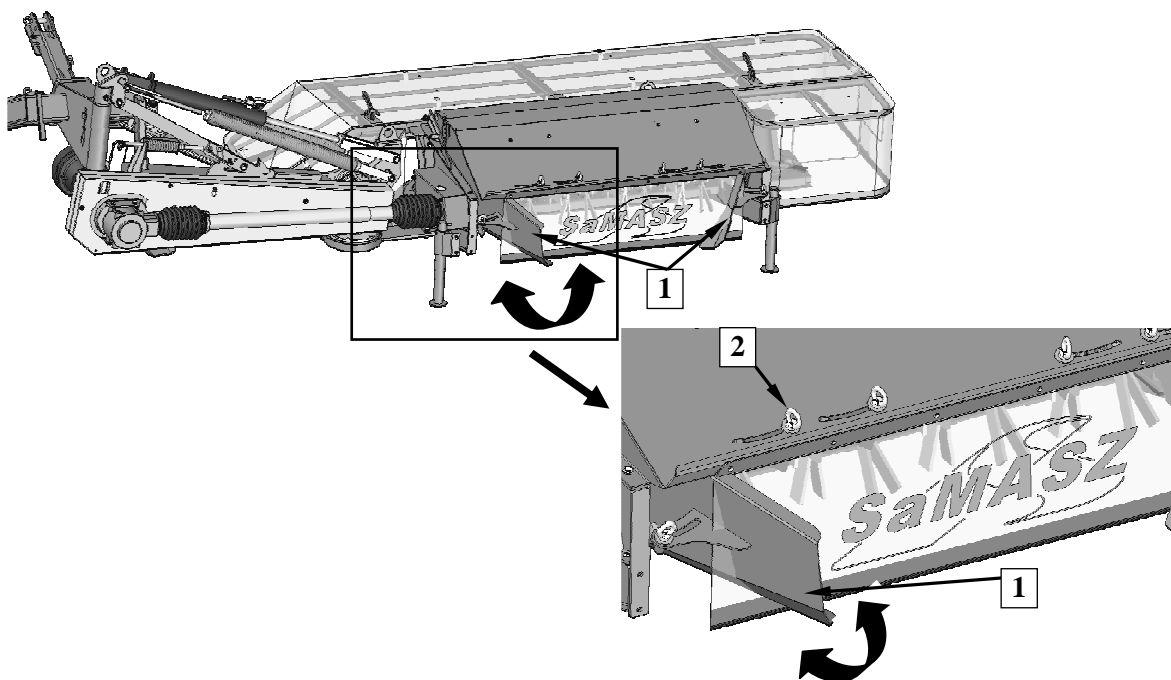

Рис. 20. Регулировка скребков покоса: 1- скребок покоса, 2 – регулировочный болт, 3 - рулевое колесо покоса
С целью установки ширины покоса следует совершить регулировку скребков покоса (1) (Рис. 20) (касается: KDT 220 S, KDT 260 S/SL):
- травить болт с петлей (2) скребка покоса,
- установить скребок покоса (1) в зависимости от требования,
- докрутить болт (2),
- равномерное раскладывание покоса можно регулировать рулевыми колесами (3) аналогичным образом как регулируются скребки.